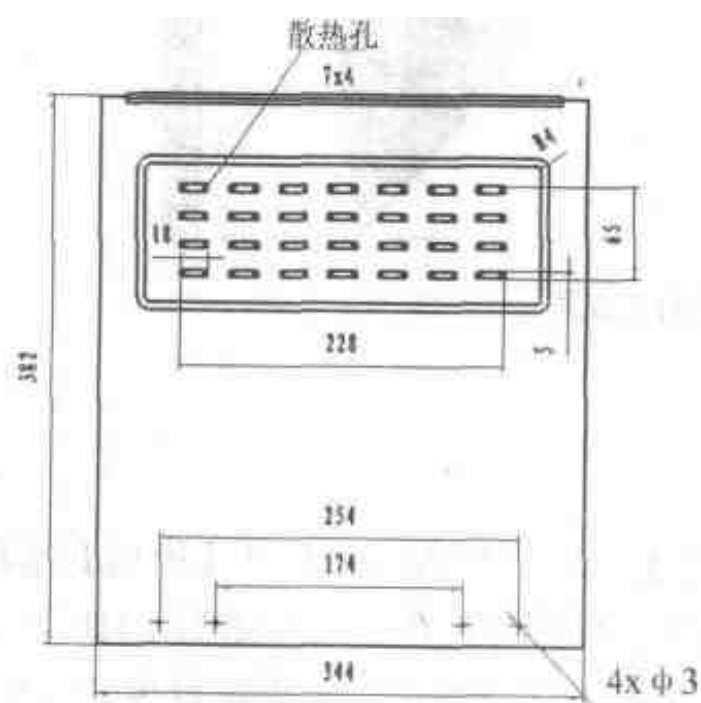
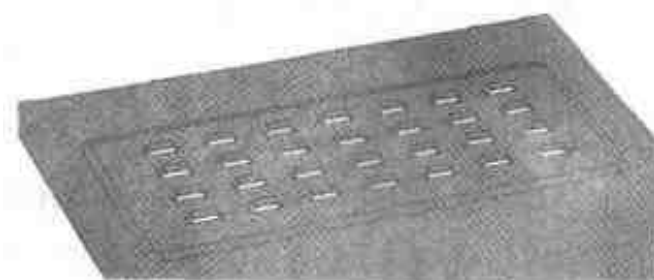

图 4.105 上盖板图纸
图 4.106 生成散热孔的阵列
- (6) 根据图4.105给出的上盖板图纸，用阵列方式生成其余的散热孔，结果如图4.106所示。